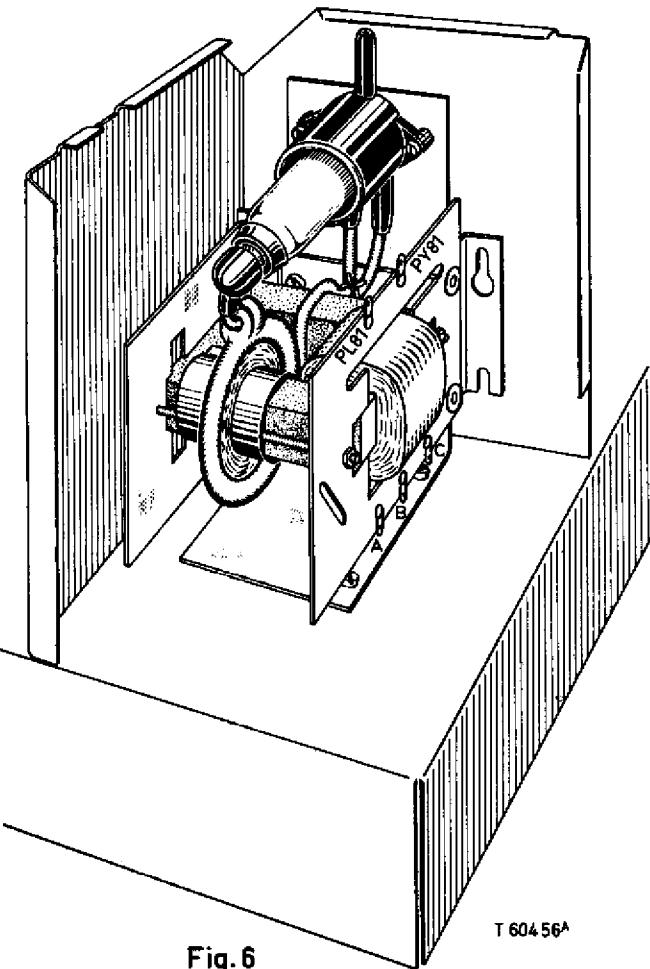

Fig. 6
3. De transformator op de beugel A9 022 14 bevestigen met twee schroeven A9 999 99/4x8 en twee moeren A9 999 93/M4 (zie fig.6).
2. De gewijzigde transformator zo in de hoogspanningskooi plaatsen dat de rand van de beugel met glauwen tegen de hoek van de kooi aanligt (zie fig.6).
3. De beugel met 2 schroeven van de vroegere bevestiging op het chassis vastzetten. Gebruik hierbij de bestaande gaten in het chassis (zie fig.6).